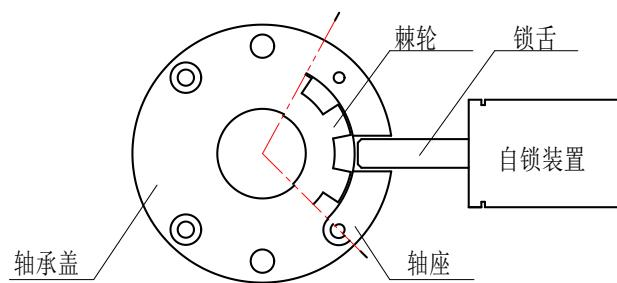

图 8 自锁装置示意图
- c. 顺时针旋紧手轮，直到不能旋动为止，使容器盖与容器筒密合。并确保自锁装置的锁舌与轴座凹处吻合。如下图 8 所示：